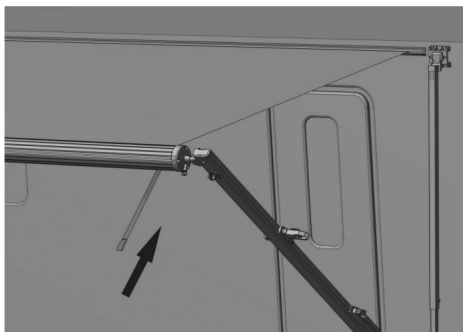

Figura D17
4.2.6 Rilasciare lentamente il rullo di riciclaggio fino a quando non è completamente represso. (Alla fine, il gomito su un lato della bacchetta di trazione può essere utilizzato per inserire la cinghia del rullo per il funzionamento ausiliario). (Figura D17)